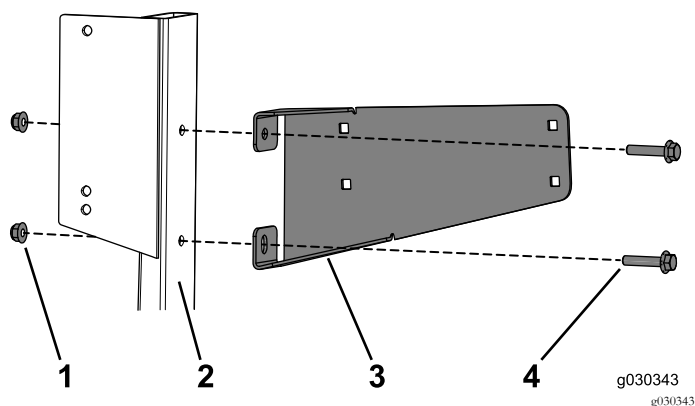

図 25
1. タンクマウントを、エンジンルームのチューブマウントに固定するフランジヘッドボルト 5/16 x 1½ インチ 2本、フランジナット 2個を使用する 図 25。